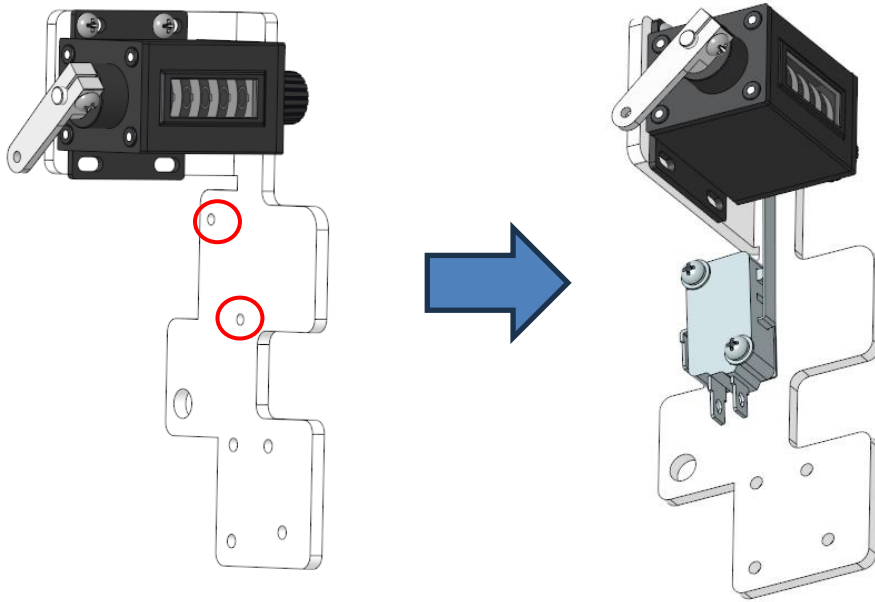

FIG 5
5. (+)드라이버 활용하여 카운터의 붉은새 표기된 부분에 풀렀던 스위치 체결 볼트를 이용하여 스위치를 조립 합니다. [FIG 5]
5. (+) 드라이버 활용하여 카운터의 붉은색 표기된 부분에 풀렀던 스위치 체결 볼트를 이용해 스위치를 조립 합니다. [FIG 5]